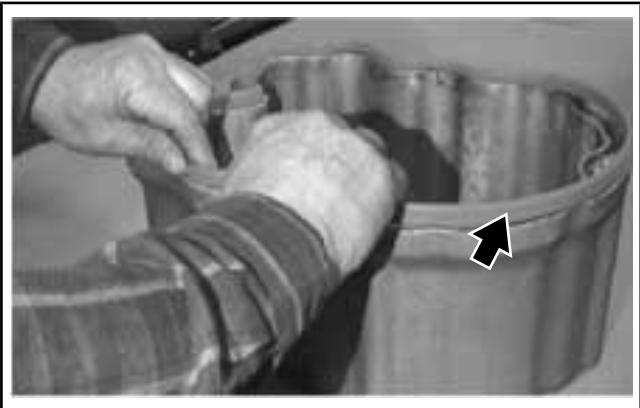

Рисунок 4.05-18: Установка уплотнительной прокладки крышки клапана
1. Установить прокладку в паз крышки клапанного механизма (см. Рисунок 4.05-18).
2. Установить прокладку на место до упора легкими ударами резинового молотка (см. Рисунок 4.05-18).